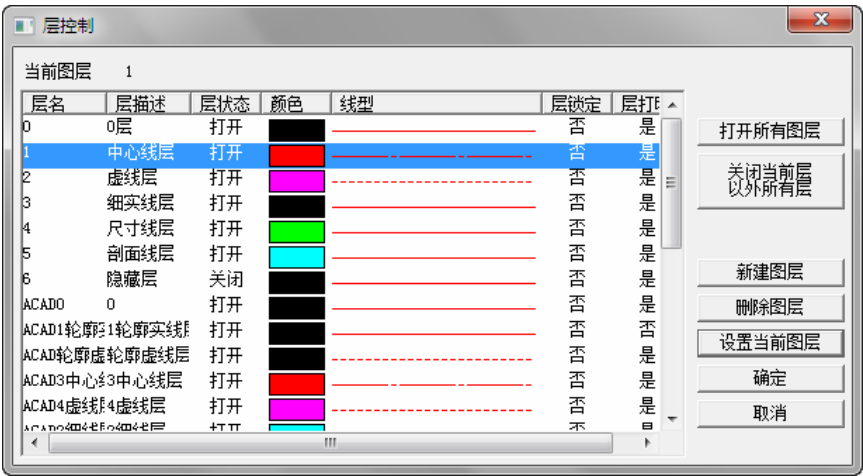

图 4-2 “层控制”对话框
1) 选择下拉菜单“格式”→“层控制”命令，弹出“层控制”对话框，选中“1 中心线层”，单击“设置当前图层”按钮，设置成当前图层，如图 4-2 所示。